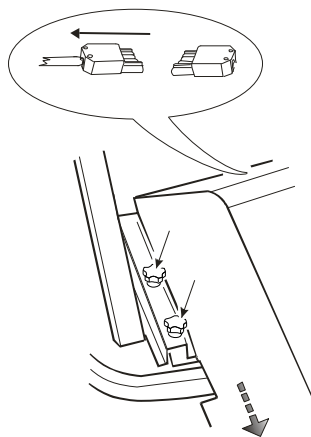

Fig. 11
2. Allentare leggermente i pomelli di fissaggio e far scorrere la caldaia verso l'esterno (fig. 11).